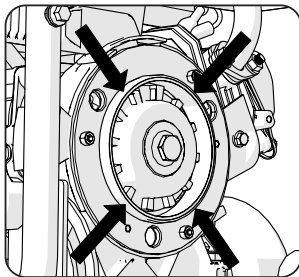

Fig. 24
- El anillo anular macho está situado alrededor del eje de salida del motor. (Fig. 24)